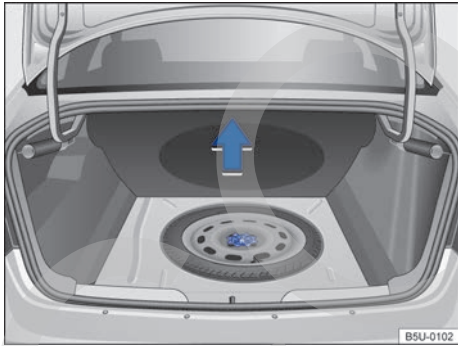

Fig. 153 En el maletero, por debajo del revestimiento del piso: rueda de emergencia y herramientas de a bordo.
Las herramientas de a bordo y la rueda de emergencia están ubicadas en el maletero, debajo del revestimiento del piso ⇒ fig. 153.
- Levantar el revestimiento del maletero ⇒ fig. 153. Para vehículos con portaobjetos en el maletero, es necesario remover primero la tapa del portaobjetos para llegar a la rueda de emergencia ⇒ pág. 119.